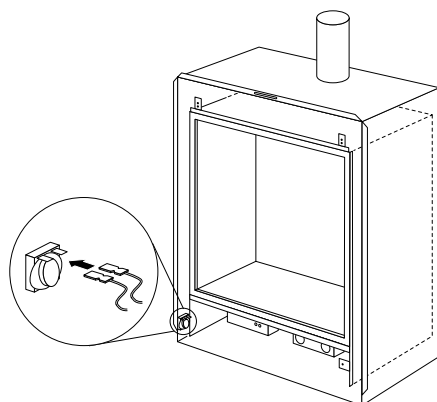

Abb. 7
7. Verbinden Sie das TRS-Kabel mit der TRS-Einrichtung (siehe Abb. 7).